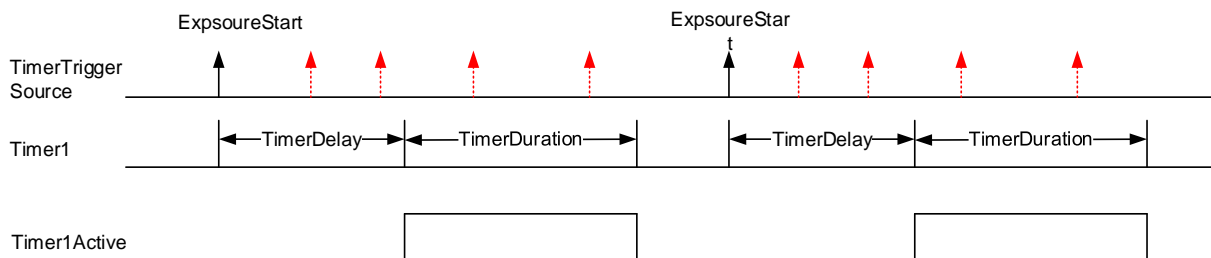

图 8-51 定时器工作原理示意图 2
- 1、从定时器开始启动到 Timer1Active 完整输出, 这个过程不会被曝光开始信号打断, 即 Timer1Active 必须完整输出, 才能根据下一个曝光开始信号开始计时。如图 8-51 所示, 红色的曝光开始信号是被忽略的。